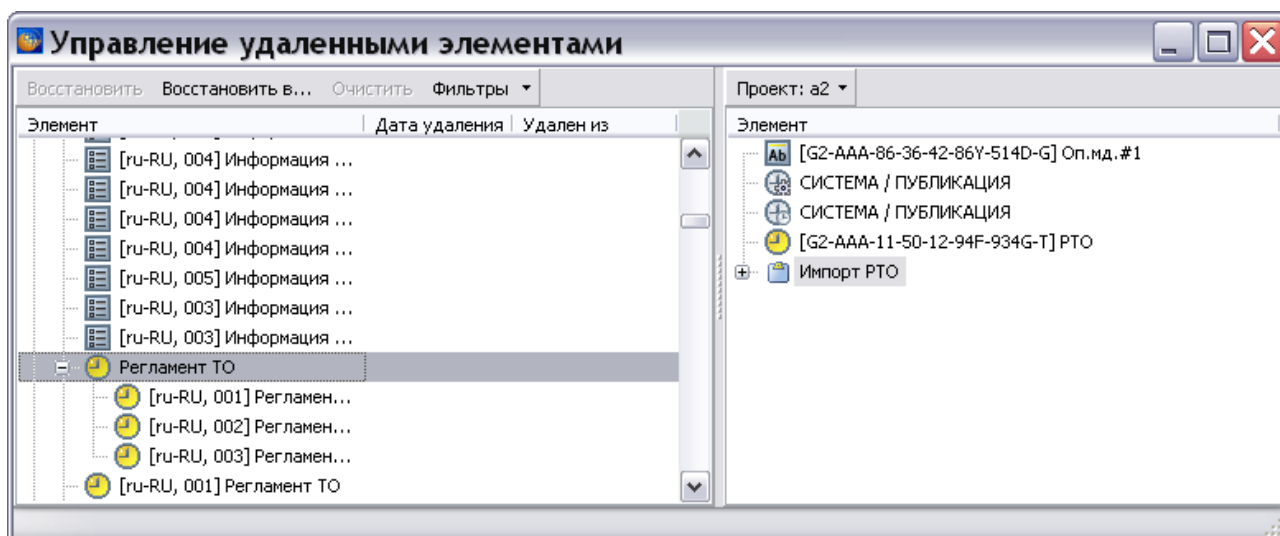

Рис. 4.13
6. Рассмотрим пример восстановления модуля данных, имеющего версии. В левом окне выделите МД, в правом окне выделите раздел, куда будет помещен восстановленный МД (Рис. 4.13).